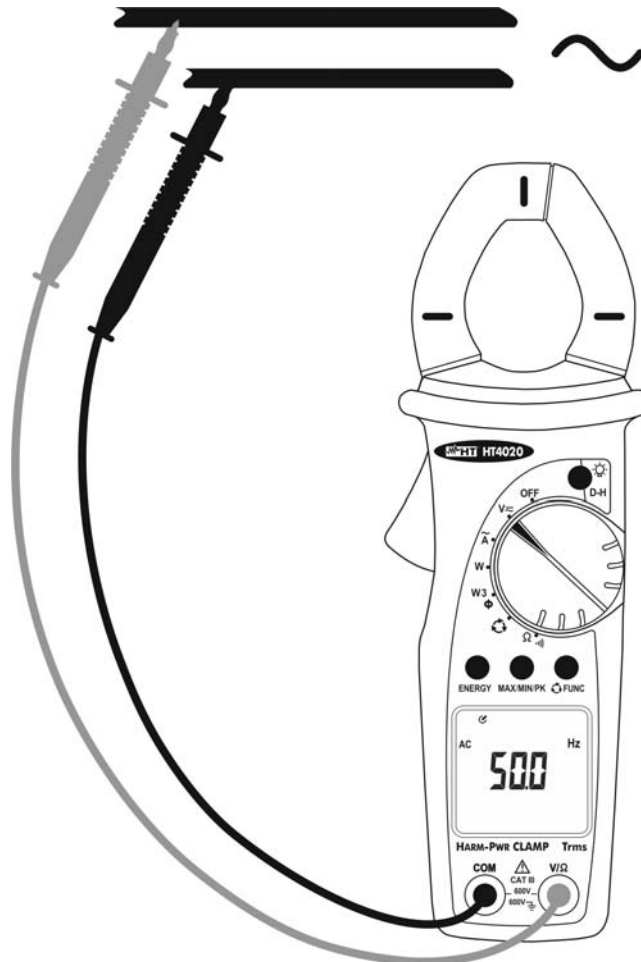

Abb. 5: Frequenzmessung mit Messleitungen
4. Verbinden Sie die Prüfspitzen mit dem gewünschten Stromkreis und der Frequenzwert wird angezeigt (s. Abb. 5)